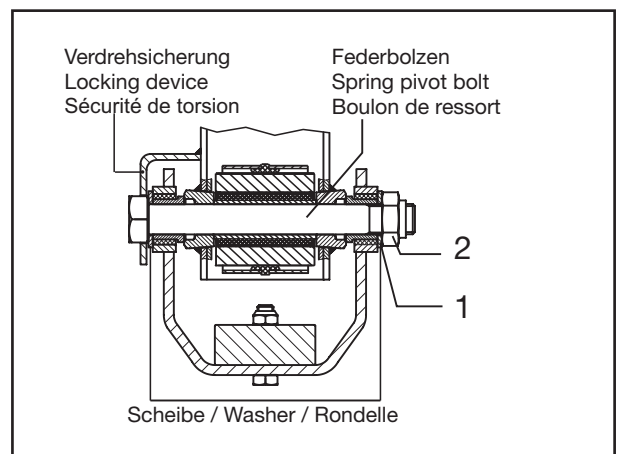

Fig. 5
[6] Scheibe (Fig. 5/1) über den Federbolzen
schieben, neue Sicherungsmuttern (Fig. 5/2)
- [6] Push washer (Fig. 5/1) over the spring pivot bolt, screw on new locking nut (Fig. 5/2) and tighten to the specified torque of hanger brackets:
- [6] Mettre la rondelle (fig. 5/1) sur le boulon de ressort, visser le nouvel écrou de sûreté (fig. 5/2) et fixer au couple de serrage prescrit de Main :